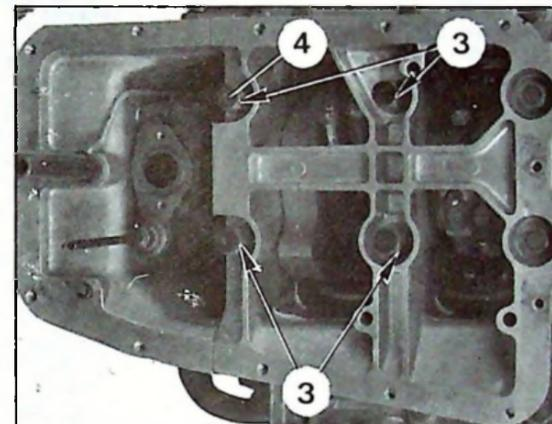
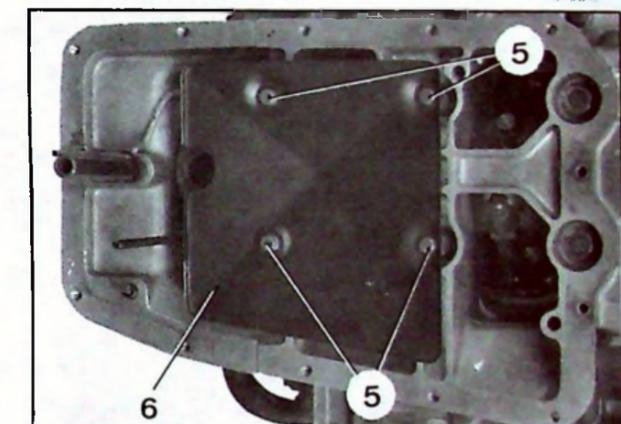

Figure 3
Figure 4
- Visser les quatre écrous doubles (3) (rondelle plate). Les serrer de 90 à 100 mAN (9 à 10 m.kg) (figure 3).
- Présenter le nouveau déflecteur (6) équipé de quatre vis (5) (rondelle plate)(figure 4) : sur chacune des vis (5) intercaler une entretoise caoutchouc (4) (figure 3) entre le déflecteur et l'écrou double (3) correspondant. Serrer modérément les vis (5).